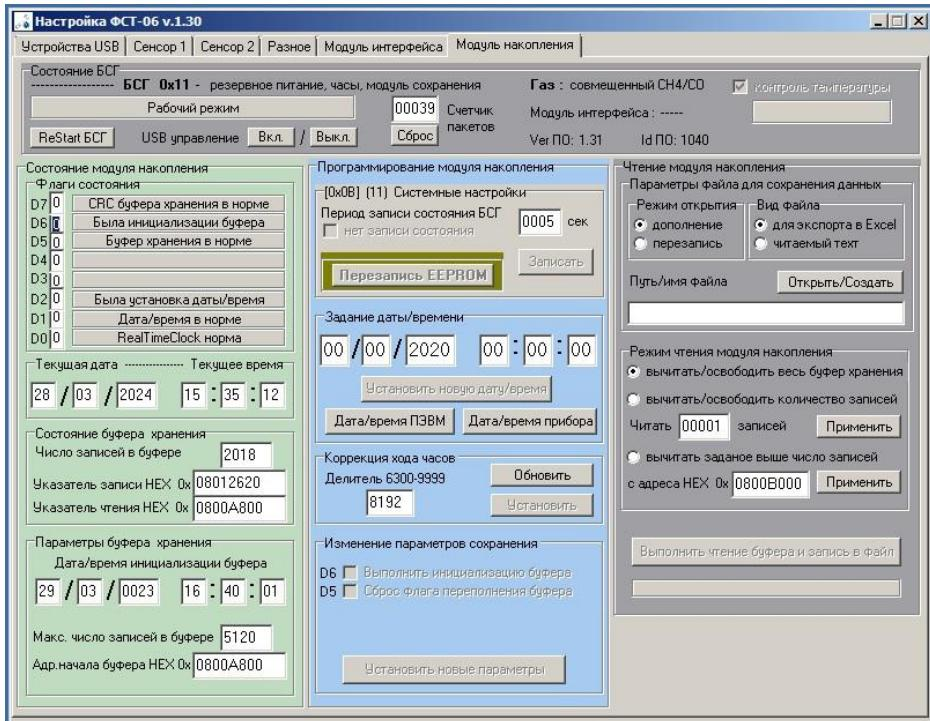

Рисунок. 8.7 Вид окна программы Модуль накопления
8.8. Вид окна при настройке БСГ закладка Модуль накопления показан на рис. 8.7. Модуль накопления и часы реального времени реализованы только в БСГ FCT-06.1. Память сохранения данных реализована в виде циклического буфера на определенное число записей. Если число записей превышает размер буфера, новые записи начинают затирать старые и устанавливается флаг Переполнение буфера.